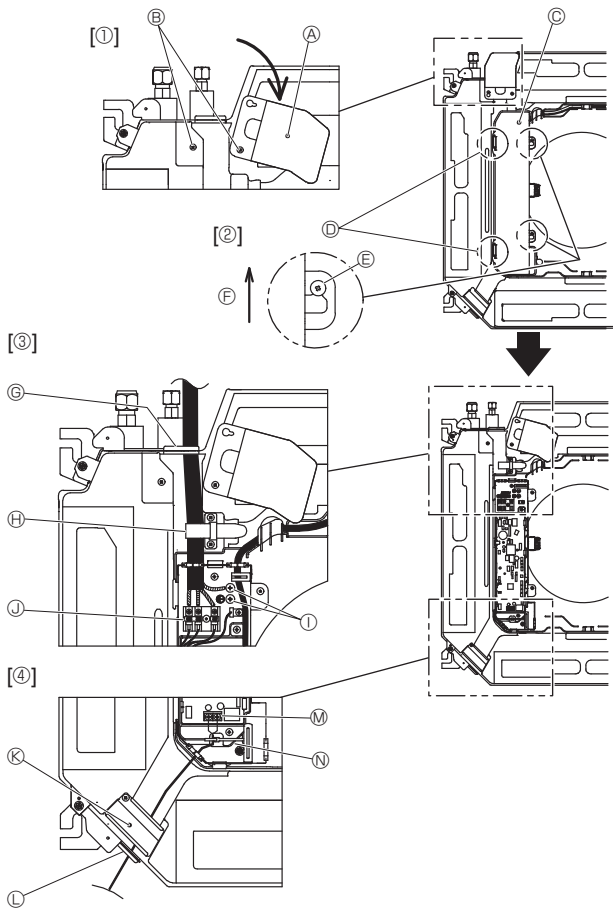
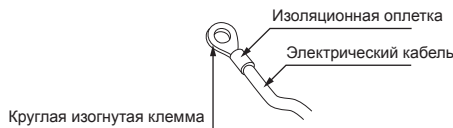
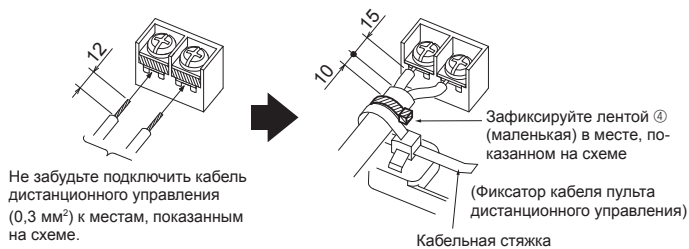

Fig. 6-1
Fig. 6-2
Fig. 6-3
6.1. Внутренний прибор (Fig. 6-1)
1. Ослабьте 2 винта, обеспечивающих фиксацию сервисной панели электропроводки, а затем поверните ее. [Fig. 6-1 ①]
2. Ослабьте 2 винта, крепящих крышку распределительного щита, а затем сдвиньте ее. [Fig. 6-1 ②]
3. Проложите силовой кабель, соединительный кабель внутреннего/наружного прибора и кабель заземления через вводы проводки, указанные на диаграмме. [Fig. 6-1 ③] Поместите экранированную часть силового кабеля и внутреннего/наружного соединительного кабеля в распределительный щит. Используйте круглые изогнутые клеммы как клеммы внутреннего/наружного соединения и дополнительный комплект клемм источника электропитания. [Fig. 6-2] В случае невозможности использовать круглые изогнутые клеммы, следуйте порядку, указанному на Fig. 6-3–6-6. По вопросам подключения см. п. 6.1.1. и 6.1.2.
4. Проложите кабель управления через вводы проводки, указанные на диаграмме. [Fig. 6-1 ④, Fig. 6-3] По вопросам подключения см. п. 6.1.1. и 6.1.2.